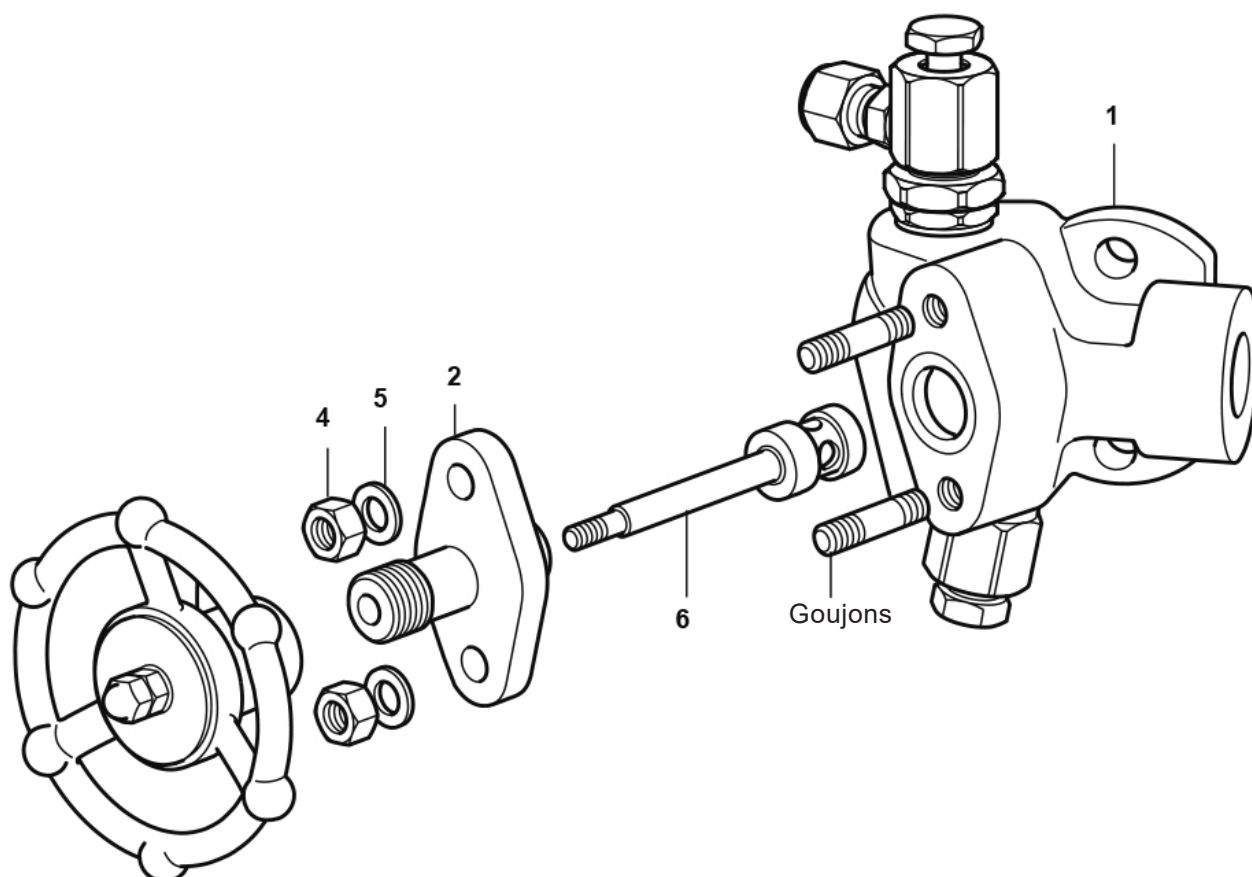

Fig. 6
4.6 Remontage du robinet - Voir figure 6
- Prendre l'ensemble piston (6) du robinet et l'insérer lentement dans le corps du robinet à piston (1) et en utilisant l'ensemble chapeau (2) par dessus les goujons, appliquer une poussée uniforme.
- Mettre les rondelles Belleville (5) et les écrous (4) et serrer uniformément l'ensemble chapeau (2) avec un couple de serrage de 12 N m.